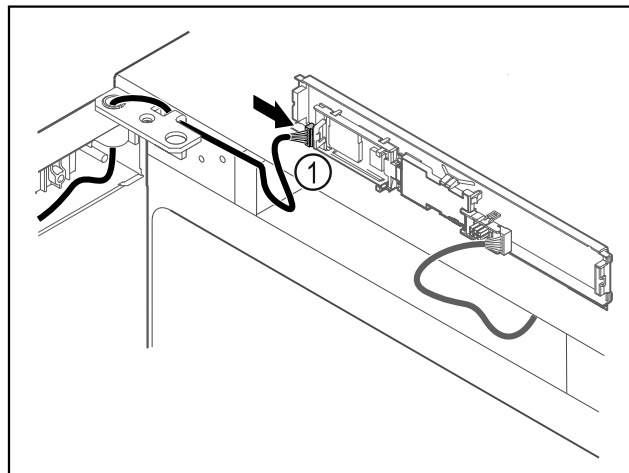

Fig. 59
- ▶ Включете щекера Fig. 59 (1) на платката.